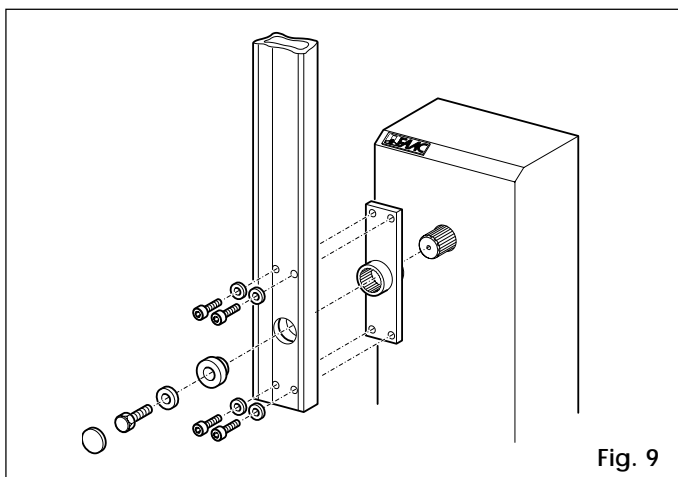
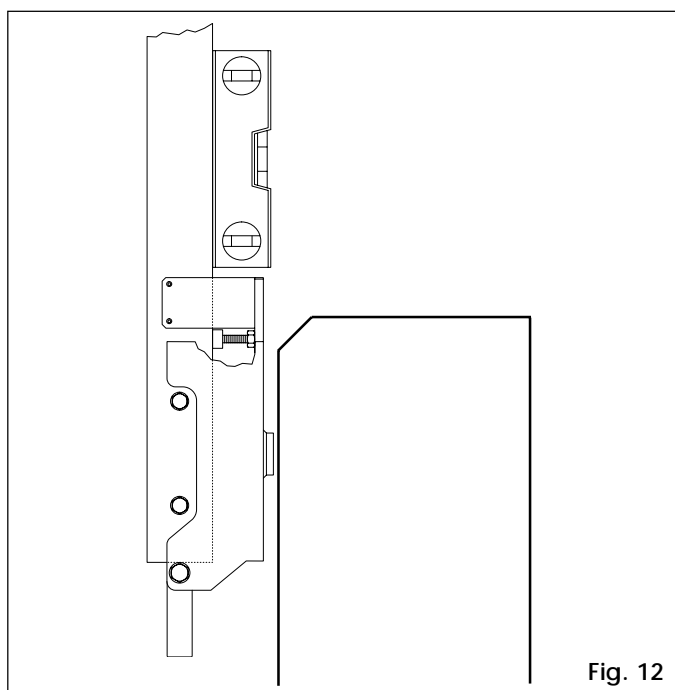
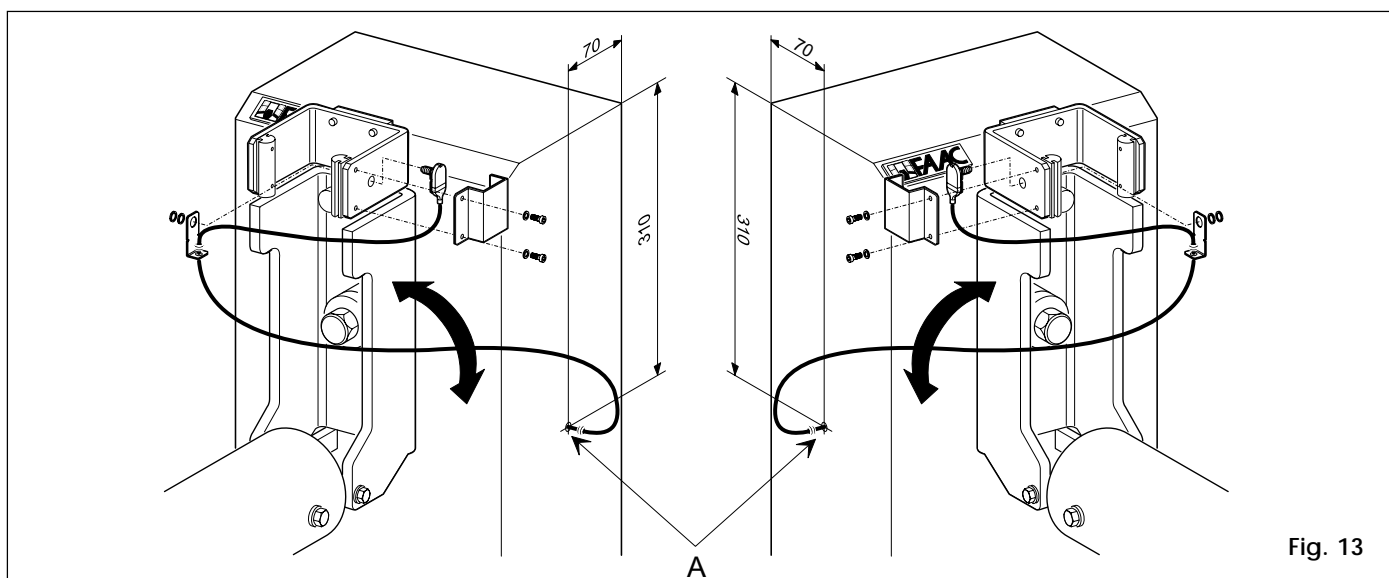

Fig. 9
Fig. 12
Fig. 13
- 4) Assemblare la sbarra utilizzando la viteria in dotazione come indicato nelle fig. 9 - 10 - 11. La sbarra pivotante deve essere messa a bolla come indicato in fig. 12. Per il montaggio del sensore (blocco elettrico della barriera) riferirsi alla fig. 13. Il profilo di gomma della sbarra rettangolare deve essere rivolto nel senso di chiusura.
MONTAGGIO DEL SENSORE : PRATICARE UN FORO DI 10 mm NELLA POSIZIONE **A** E ASSEMBLARE IL SENSORE COME INDICATO NELLA FIG. 13. COLLEGARE IL CONTATTO N.A. DEL MICROINTERRUTTORE (FILI NERO E BLU) IN SERIE AL CONTATTO DI STOP DELLA APPARECCHIATURA 625 MPS.